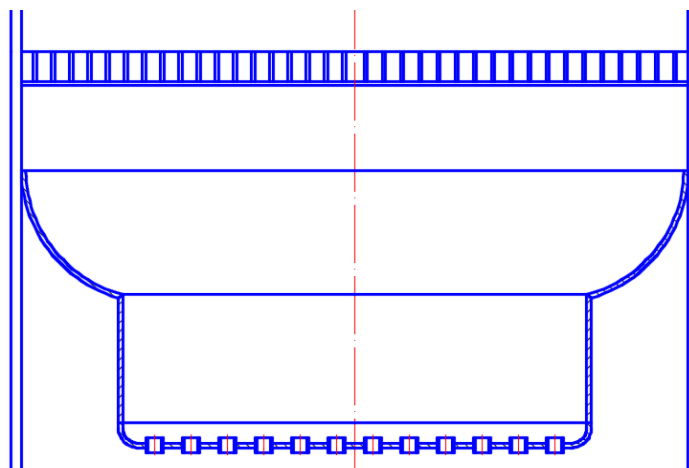

Рис. 90. Завершение дна оросителя
5.9 Обвести вспомогательные линии основной линией. Удалить вспомогательные. Скопировать объекты с помощью команды **Зеркальное отражение**, за ось симметрии приняв ось абсорбера. Нанести штриховку (см. рис.90).